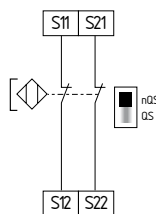

Fig. 15
**Comando de dois canais de interruptores magnéticos de segurança conforme EN 60947-5-3 (ver Fig. 15)**